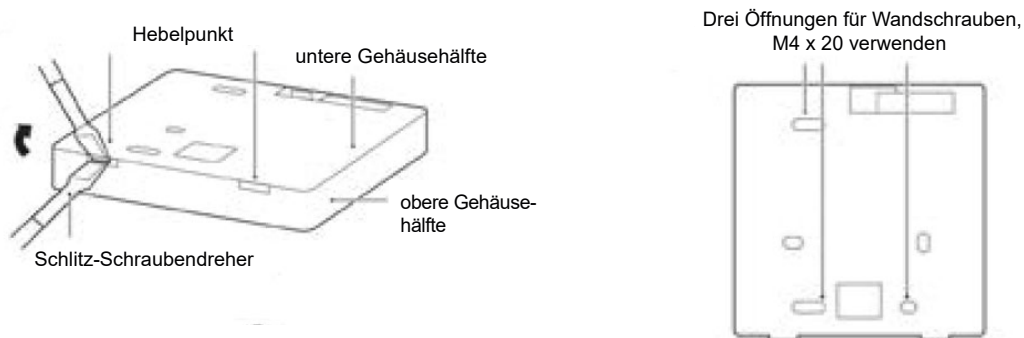

Abbildung 38: Wandmontage
1. Einen Schlitzschraubendreher in die Aussparung unten an der Kabelfernbedienung schieben und die untere Gehäusehälfte damit anheben. In die richtige Richtung anheben, ansonsten besteht die Gefahr, dass die untere Gehäusehälfte beschädigt wird, siehe „Abbildung 38: Wandmontage“ auf Seite 66.